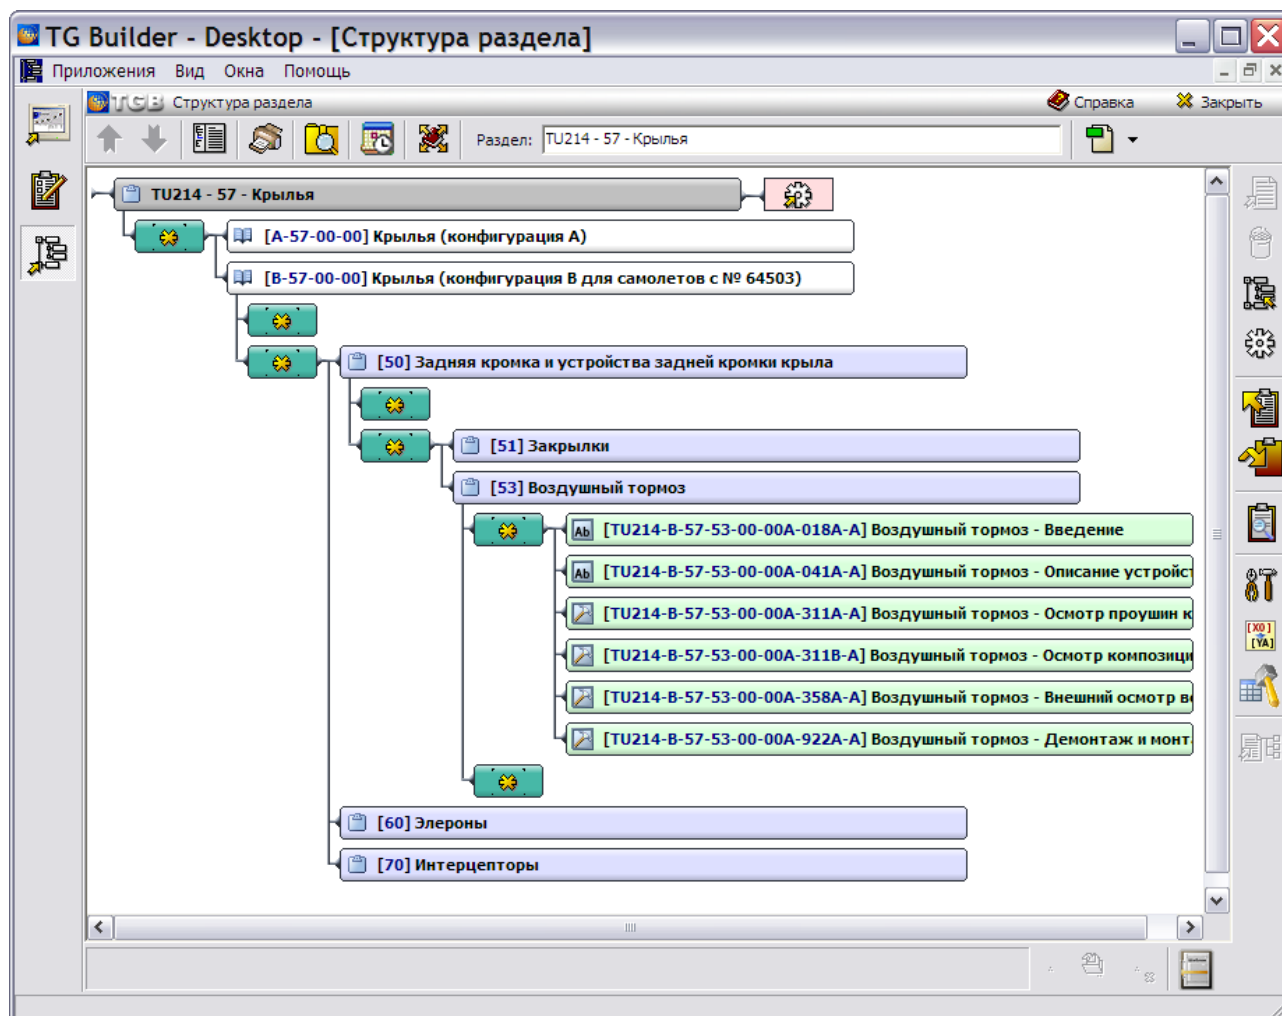

Рис. 24.14
1. В редакторе структуры документа создайте требуемые разделы и модули данных, специфичные для конфигурации «В» (Рис. 24.14).